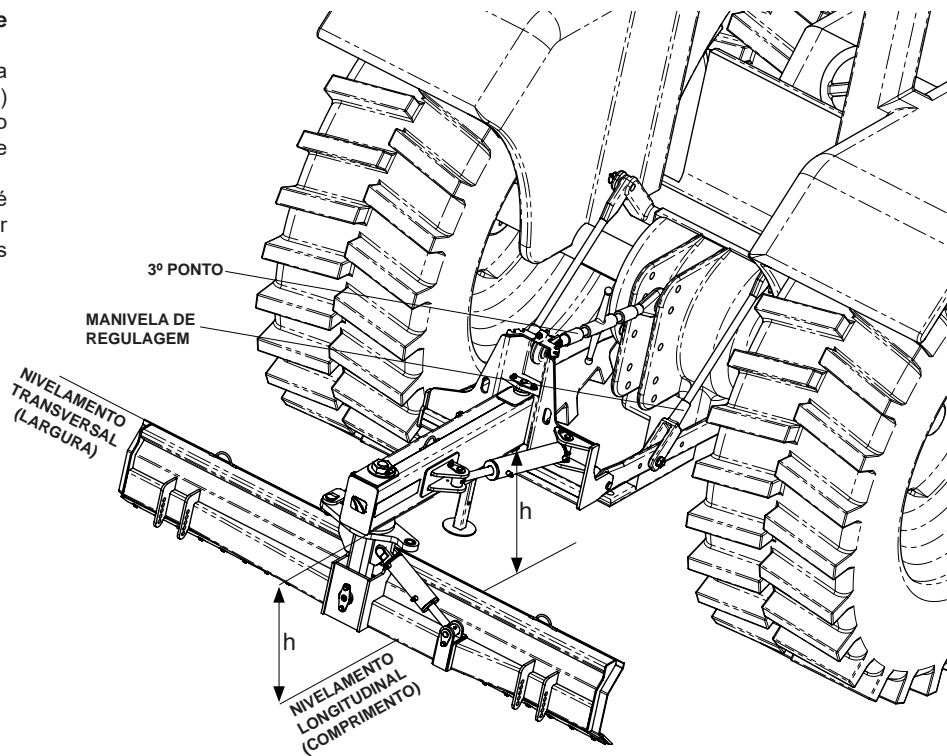

FIGURA 26
- O trator deve estar em local plano; em seguida nivelar a plaina no sentido transversal (largura) através da manivela do braço inferior direito do engate hidráulico. Observar as medidas "h" que devem ser iguais, conforme figura 26.